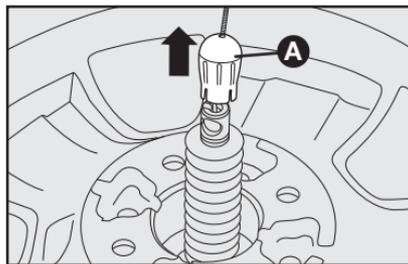

fig. 7
- Levante la tapa de protección **A-fig. 7** del cable de seguridad.